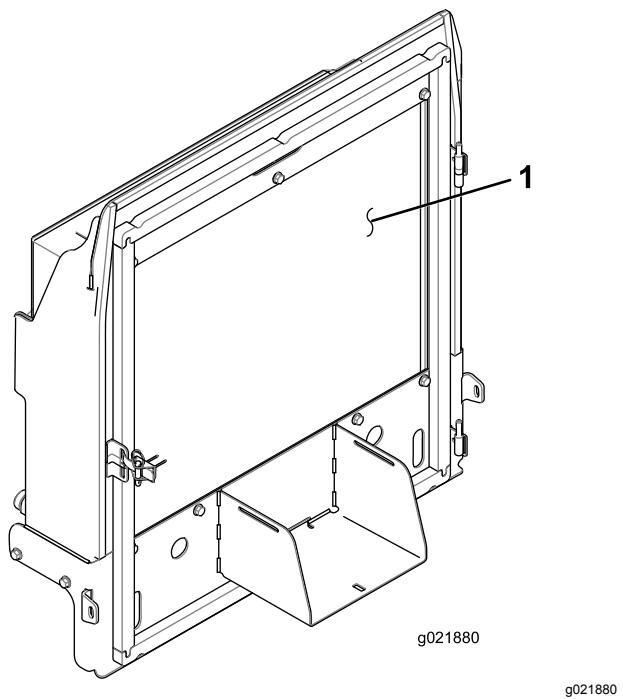

Bild 85
- Reinigen Sie beide Seiten des Ölkühlers und des Kühlers gründlich mit Druckluft (Bild 85).